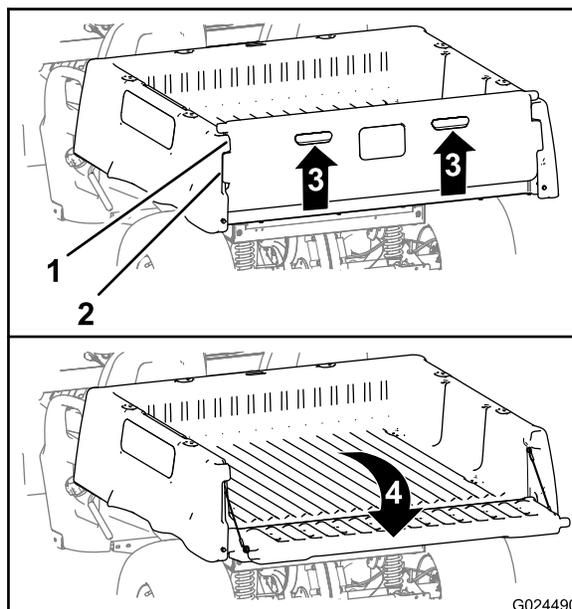

Figura 15
2. Sollevate gli elementi di spinta nel pannello posteriore della sponda (Figura 15).
3. Allineate le flange di bloccaggio della sponda posteriore alle aperture tra le flange della sponda stessa del cassone (Figura 15).
4. Ruotate la sponda posteriore indietro e in basso (Figura 15).
6. Ruotate la sonda posteriore in alto e in basso in modo che le flange di bloccaggio della sonda stessa siano a filo con la tasca della sonda nel cassone (Figura 15).
7. Abbassate la sonda posteriore in modo che si posizioni sul retro del pianale (Figura 15).